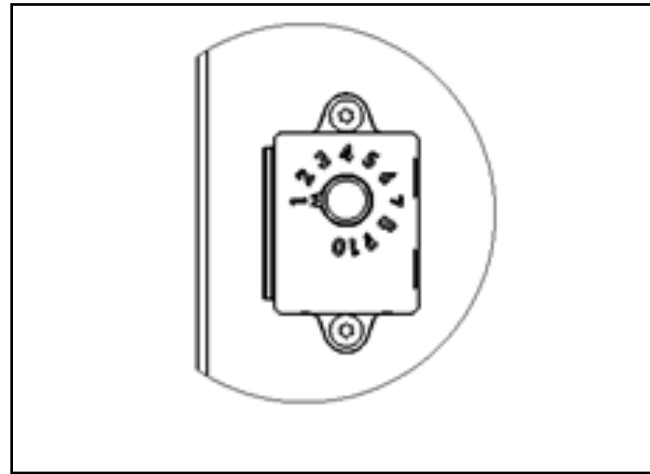

Figura 2.
2. La FADC tiene diez configuraciones, como se indica en los puntos del 1 al 10. (Figura 2)